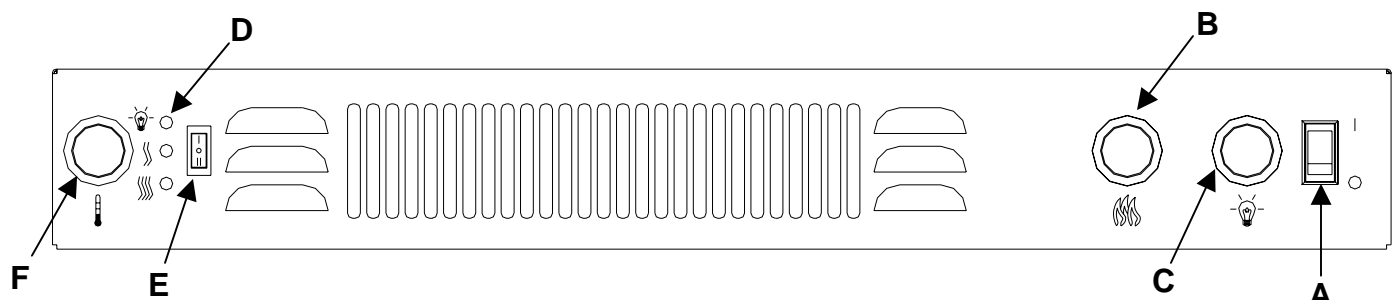

FIGURA 10
2. Para localizar los mandos, vea la FIGURA 10.
2. Localice los mandos manuales (véase la FIGURA 10).
3. Active el interruptor principal (FIGURA 10 - A) presionándolo (posición « I »). La luz indicadora roja  parpadeará.
4. Mantenga presionado el interruptor manual (FIGURA 10 - E) durante 5 segundos (posición « I ») HASTA QUE la segunda luz indicadora roja parpadee.